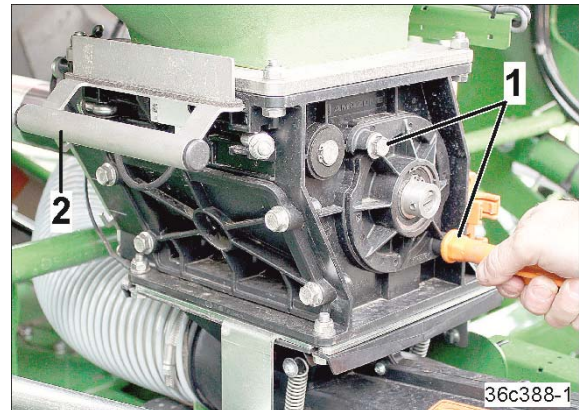

Fig. 234
4.1 Lukk dekselet og fest det med 2 skruer (Fig. 234/1).
4.2 Trekk skyveren (Fig. 234/2) sakte ut av doseringsenheten.